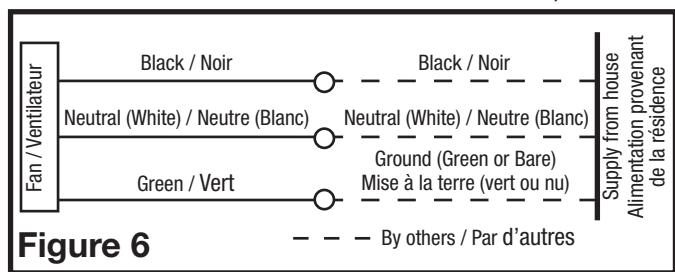

Figure 6
2. From where you have access to inside the fan's junction box, connect the White wire from the house to the White wire from the fan's receptacle. Connect the Black wire from the wall switch to the Black wire from the fan's receptacle. Connect the ground wire from the house to the Green wire from the fan's receptacle (Figure 6). Use approved methods for all connections.
2. De là où vous avez accès à l'intérieur de la boîte de jonction du ventilateur, connecter le fil Blanc provenant de la résidence au fil Blanc du réceptacle du ventilateur. Connecter le fil Noir de l'interrupteur mural au fil Noir du réceptacle du ventilateur. Connecter le fil de mise à la terre provenant de la résidence au fil Vert du réceptacle du ventilateur (Figure 6). Utiliser des méthodes approuvées pour toutes les connexions.